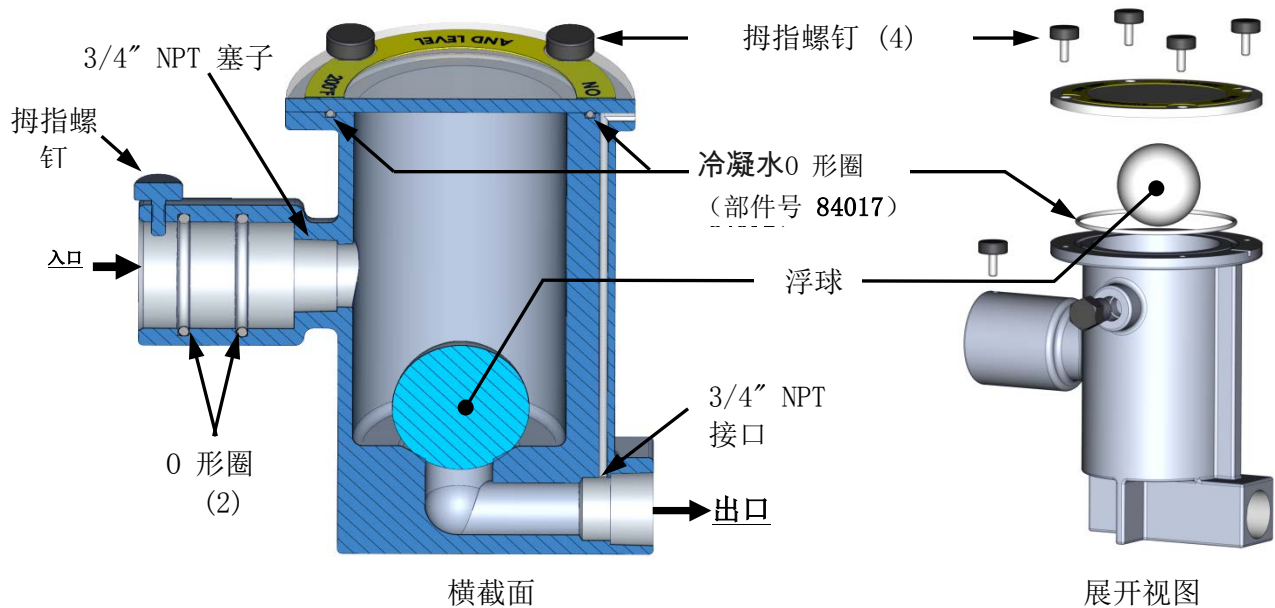

图 6-9. 外部冷凝水阱 - 横截面和展开视图
5. 关闭设备排水阀，然后将合适规格的筒和泵连接到设备排水阀，如图 6-9 所示。
6. 在热水锅炉出口管中安装“T”型球阀和软管接头（图 6-9）。将软管接回循环泵筒的顶部。
1. 松开并卸下冷凝水阱（图 6-9）入口和出口侧的连接，以断开外部冷凝水阱。
2. 松开用于固定冷凝水阱盖的四 (4) 颗拇指螺钉，然后卸下阱盖及其下方的 O 形圈。